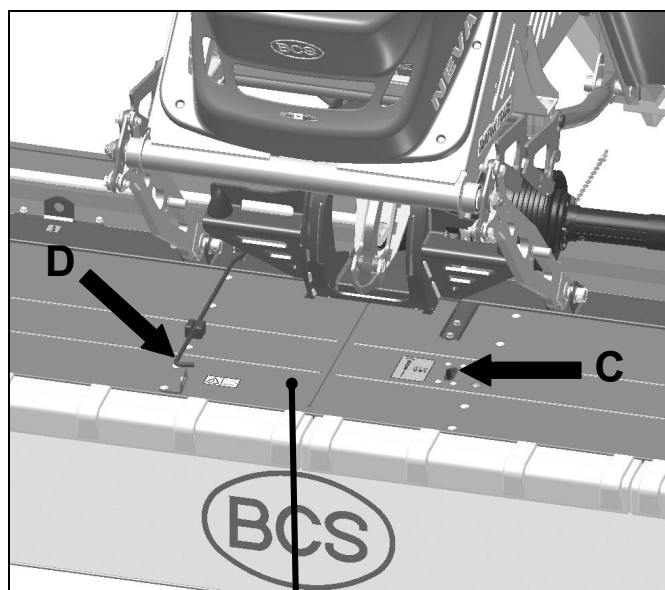

fig.12a
- Per accedere alla barra, ai dischi e ai coltelli o per verificare i rulli, occorre alzare la protezione superiore **B** (fig. 12a pag.20) inserendo un cacciavite in **C** e agganciando l'asta di sicurezza **D**.